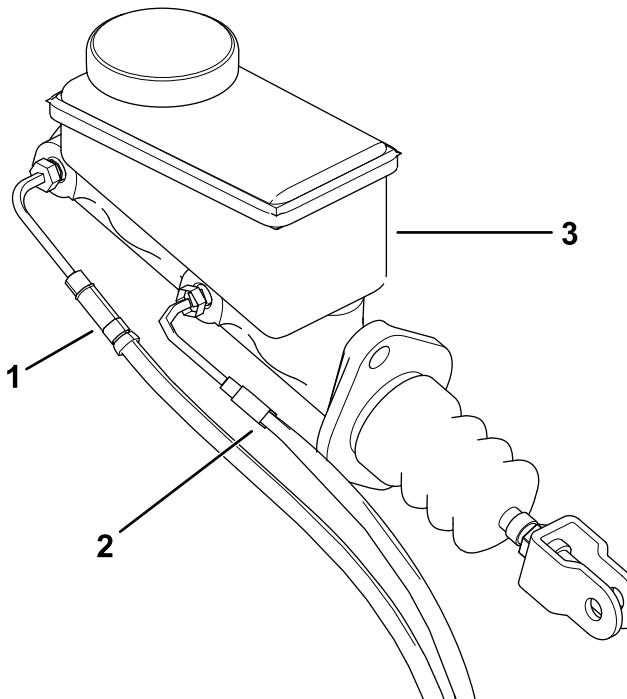

**Figure 4**
- Retirez les boulons à embase (3/8" x 1") qui fixent l'étrier de frein au porte-fusée (avant de la machine) et à l'essieu (arrière de la machine), et déposez l'étrier (Figure 4).